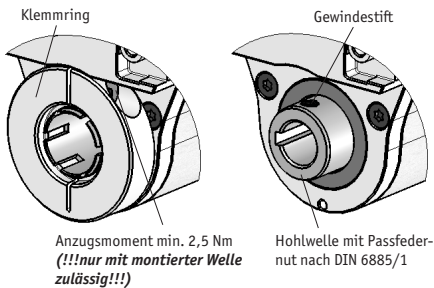

Abb. 3: Montage Antriebswelle
- Das Antriebsmoment wird über den Klemmring oder die Passfeder (siehe Abb. 3) auf die anzutreibende Welle übertragen.